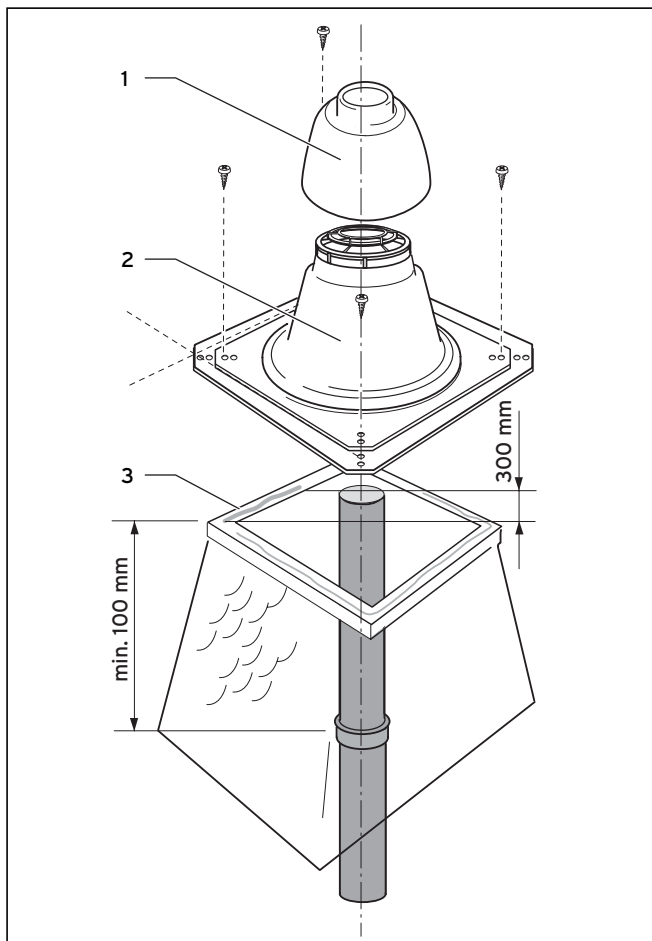

Рис. 5.31 Монтаж шахтной насадки
- Повторяйте соединение труб до тех пор, пока не сможете вставить нижнюю трубу в опорное колено, а самая верхняя труба не позволит монтаж шахтного перекрытия по рис. 5.31.